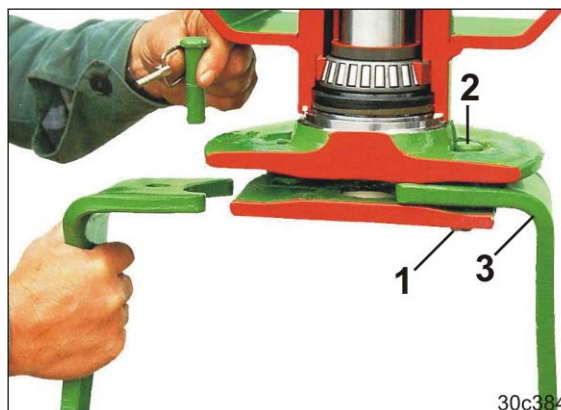

図 162
2. リンチピン（図 162/1）を取り外します。
3. ピン（図 162/2）をたたいてツールキャリアから上に外してください。
4. ツールタイン（図 162/3）を交換します。